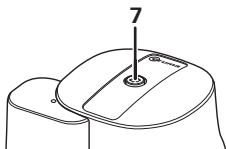
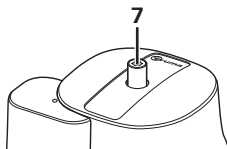

Figura 2a
Figura 2b
Il crash sensor è provvisto di un pulsante di reset, la cui posizione fornisce informazioni sul relativo stato: posizione «pronto per l'uso» (figura 2a) o posizione «non pronto per l'uso» (figura 2b).
- Premere l'elemento di scatto del crash sensor (9) in modo che il pulsante giallo di reset (7) protruda e il crash sensor sia in posizione «non pronto per l'uso» (figura 2b).
- Svitare il tappo a vite (10) del raccordo di prova e collegare la pompa di prova al raccordo col relativo flessibile.